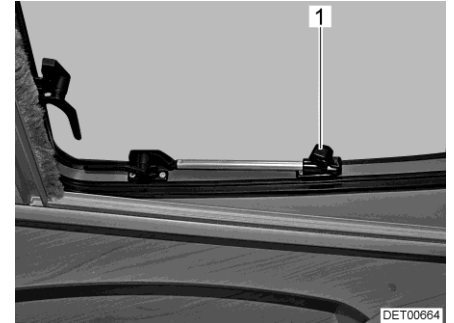

Fig. 57 Tragaluz con soportes giratorios, abierta
- Abrir el tragaluz hasta la posición deseada y fijarlo con el botón moleteado (Fig. 57,1).
- Girar el botón moleteado (Fig. 57,1) hasta que se libere el bloqueo.